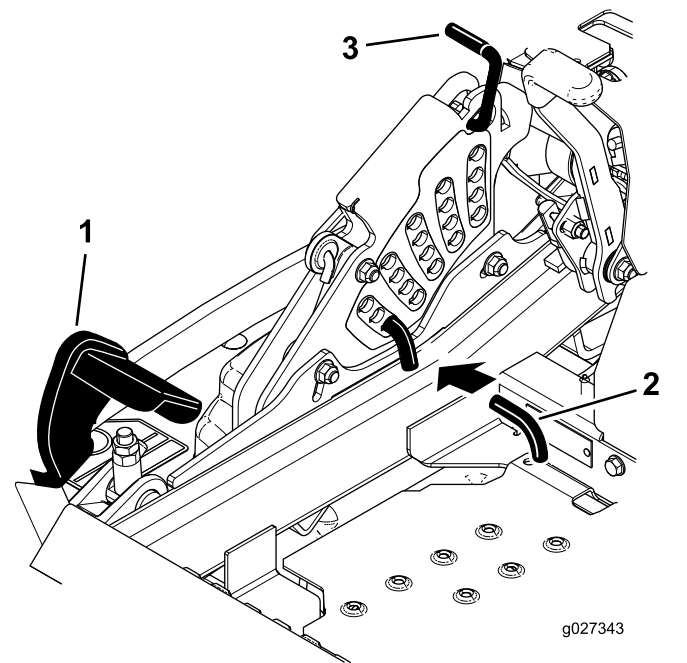

Bild 95
5. Treten Sie das Mähwerkhubpedal ganz durch, damit das Mähwerk in der 14-cm-Transportstellung einrastet (Bild 95).